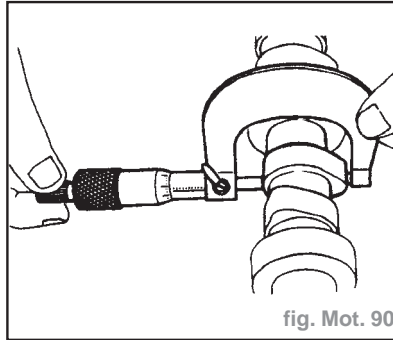

fig. Mot. 90
- Hauteur standard des cames (fig. Mot. 90) :